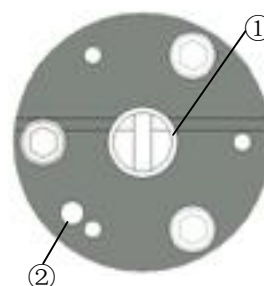

图 5-1
换向阀安装时，首先要看阀体下面转子座的相对位置是否正确。如图 5-1 所示：转子座①的凹槽与阀体下方的浅凹槽垂直，且转子座的凹台与阀体的凹槽在换向阀的同侧。
- 2) 换向阀下方的销子（图 5-1 上的②）要与下座上孔的位置相对应；